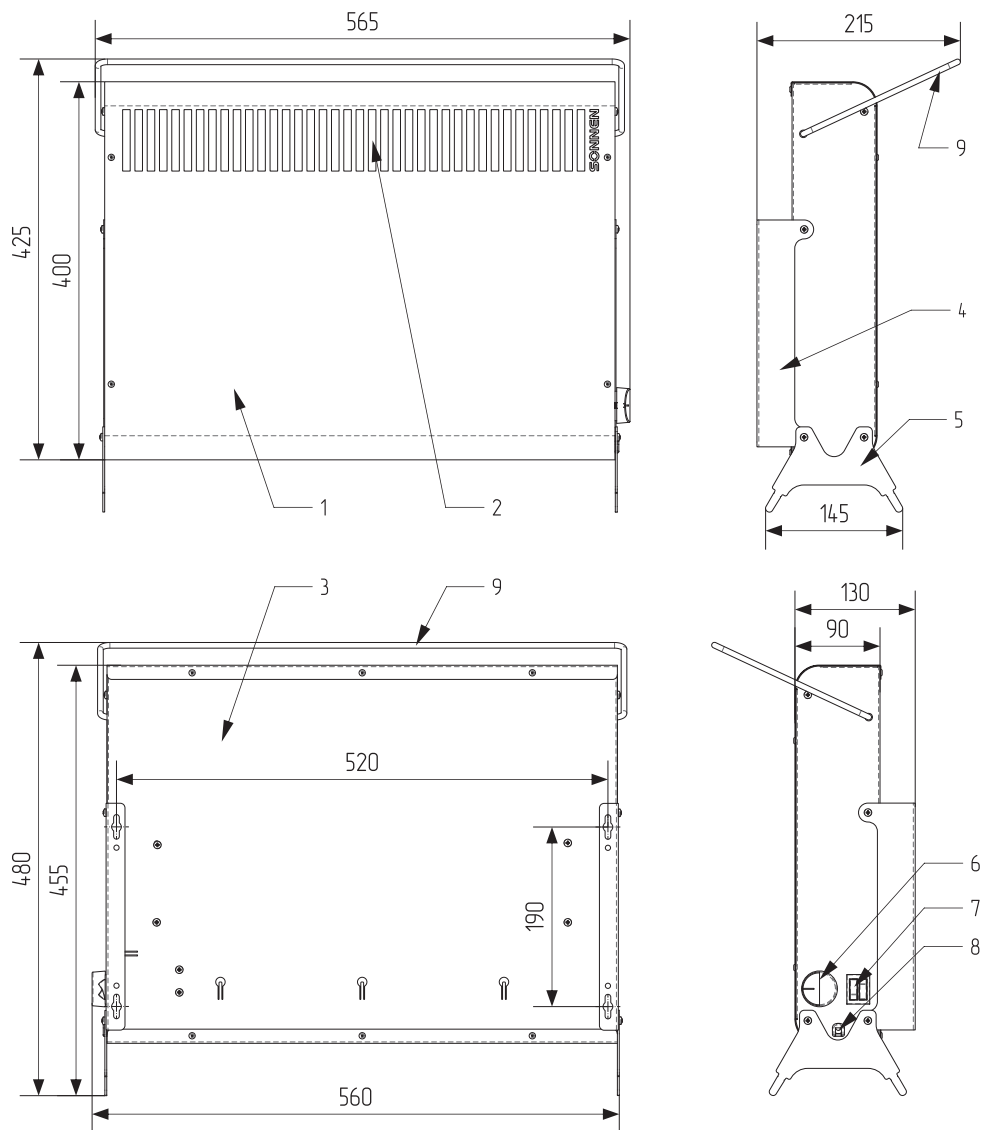
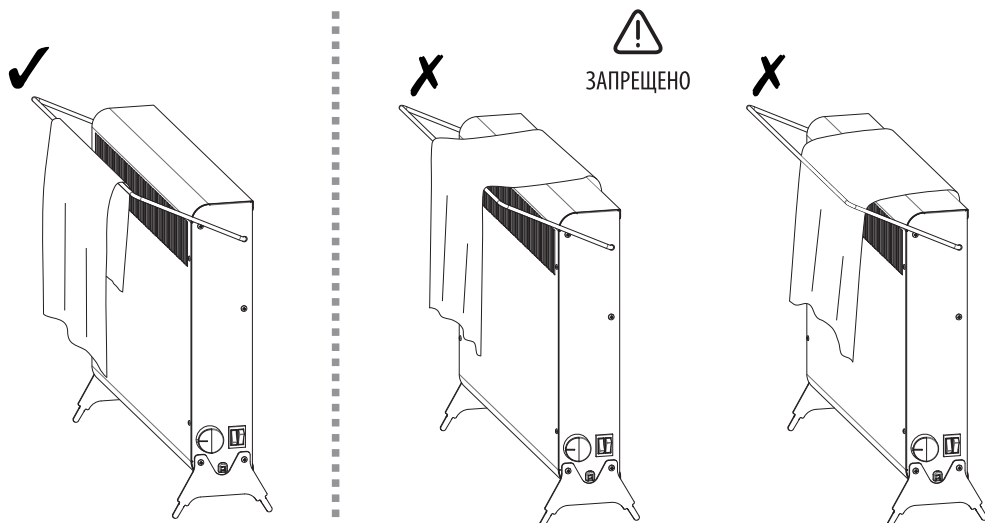

Рисунок 2.
Рисунок 5.
- накрывать корпус конвектора материей, одеждой, бумагой и т.п. (см. рис. 5);
5.1. Конвектор (см. рис. 2, 3) представляет собой металлический корпус, состоящий из передней панели (1) и задней панели (3), внутри которого на шасси расположен электронагревательный элемент (на чертеже не показан). На корпус могут быть установлены настенные кронштейны (4) или опоры (5). На боковой поверхности корпуса расположены роковые переключатели (клавишные выключатели) с подсветкой (7) и ручка термостата (6). На боковых поверхностях крепится переключатель-сушилка (9) для текстильных изделий.
6.4. На стене с помощью уровня и рулетки (линейки) следует разметить отверстия. Межцентровые расстояния посадочных отверстий указаны на чертеже (см. рис.2, 3).
7.3. Сушка текстильных изделий осуществляется на перекладине-сушилке. Перекладина должна находиться в наклонном положении, как показано на рис.2, 3. При размещении текстиля обращайте внимание, чтобы он висел на перекладине перед конвектором и не накрывал его корпус (см. рис. 5).